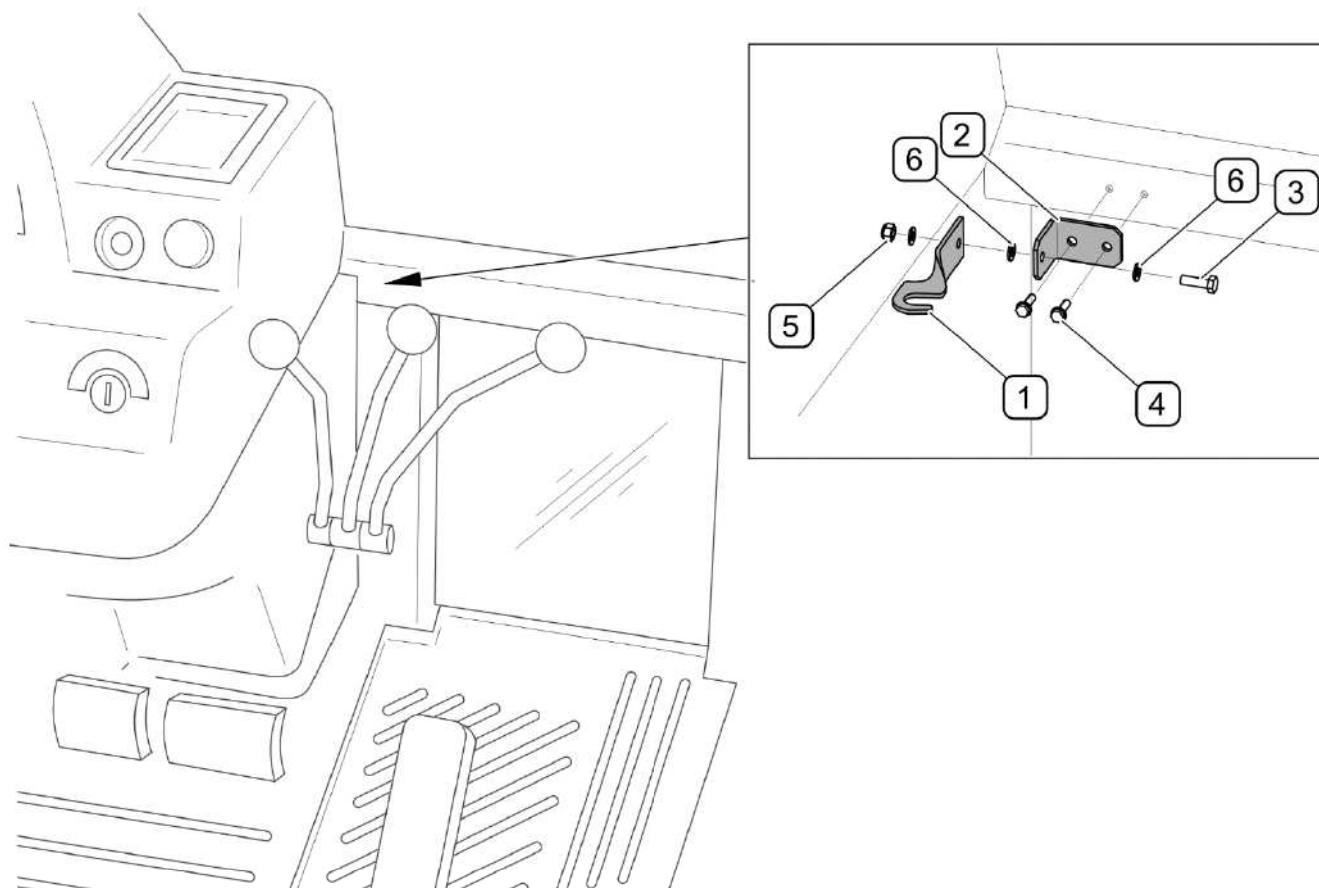

РИСУНОК 4.12 Монтаж наброски (Pronar 1025A / 1221A, Belarus 1221.3 / 1523.3)
Распределитель управления трактором подсоединить к соответствующей секции внешней гидравлики трактора, оснащенной так наз. "гидрозамком" в положении "включено", в противном случае необходимо использовать так наз. наброску (РИСУНОК 4.12).
В тракторах Pronar 1025A / 1221A и Беларусь 1221.3 / 1523.3 с гидравлическим распределителем, не имеющим в положении "включено" блокировки, так наз. "гидрозамка", необходимо использовать дополнительную наброску 35N-30000000, которая крепится к горизонтальной балке с правой стороны консоли в кабине (РИСУНОК 4.12). Для того, чтобы включить гидравлическую цепь питания погрузчика, необходимо перевести соответствующий рычаг внешней гидравлики в положение "включено" и зацепить за крючок (1) наброски (РИСУНОК 4.12).